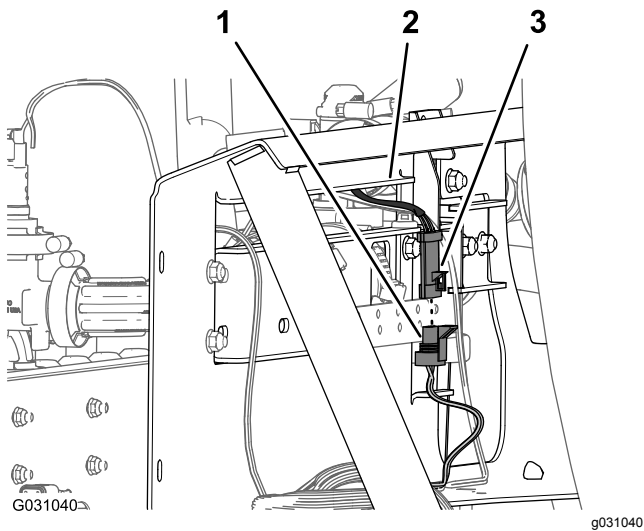

Figure 103
6. Branchez le connecteur à 3 broches du faisceau de la vanne d'agitation au connecteur à 3 douilles de la branche de 203 cm du faisceau identifié par **Agitation Valve** (Figure 103).